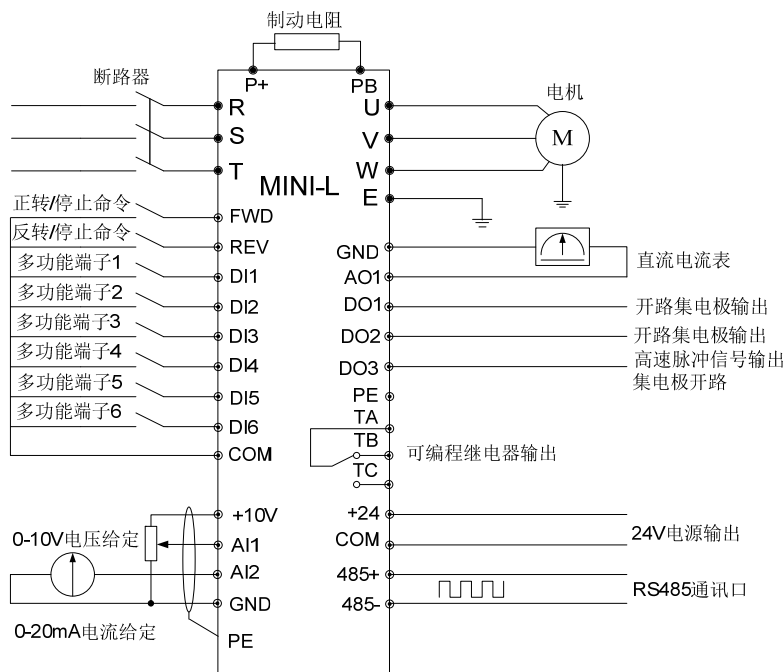

图 2-4 MINI-L 基本运行配线图
3. 以上为 MINI-LMB 的接线图，MINI-SMB 为 MINI-LMB 的精简版部分功能取消，见图 2-4